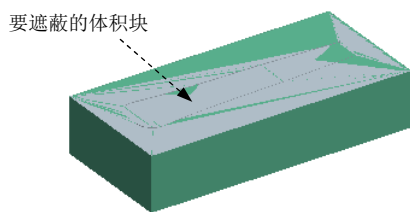
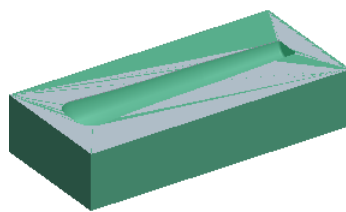

图 2.10.2 选取铣削体积块
图 2.10.3 遮蔽体积块后
Step2. 在工作区中选取图 2.10.2 所示体积块, 然后单击“选择”对话框中的 **确定** 按钮, 完成体积块的遮蔽, 结果如图 2.10.3 所示。